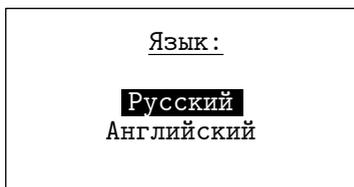

Рис. 3.43
3.7.5. "Язык" (Рис. 3.43) - выбор языка меню и текстовых сообщений прибора.